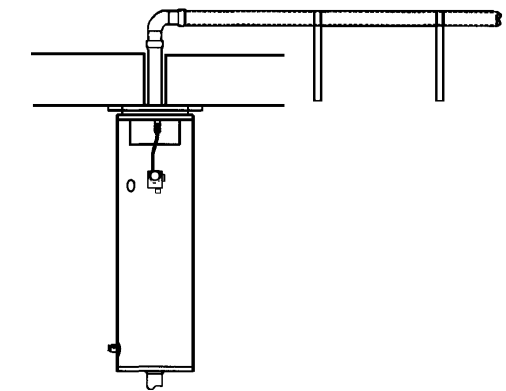

FIGURE 21.
5. Toutes les longueurs verticales et horizontales doivent être supportées de façon sécuritaire à 106,68 cm (3,5 pieds) d'intervalle, voir Figure 21.